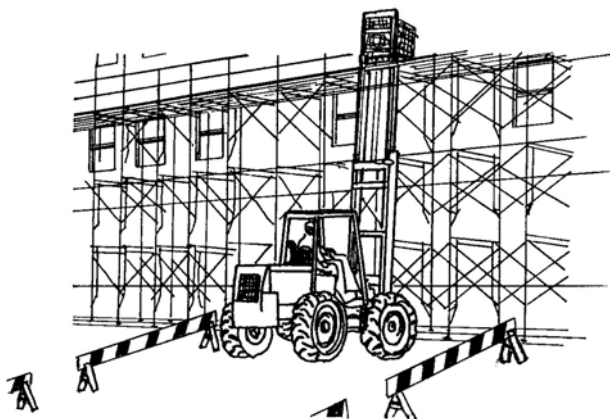

Figure 5
- Délimiter la zone de travail et placer des signaux de danger aux endroits des manoeuvres du chariot (**figure 5**).